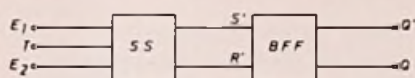

Fig. 1
Iedere bistabiele MV bestaat uit een basis flip-flop (BFF) en een stuurschakeling (SS), fig. 1.